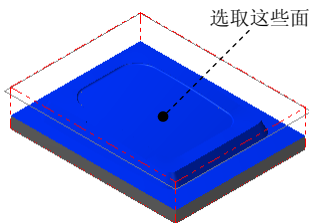

图 5.6 选取加工面
(1) 选取加工面。在图形区中选取图 5.6 所示的所有面（共 38 个面），然后按 Enter 键，系统弹出“刀具路径的曲面选取”对话框。